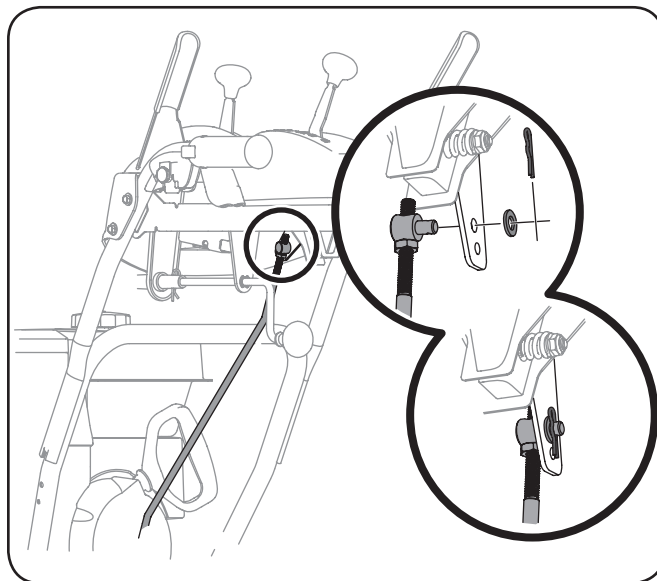

Figure 3-19
7. Retirez la goupille fendue et la rondelle de la virole située à l'extrémité du câble du levier de vitesses. Voir Figure 3-19.